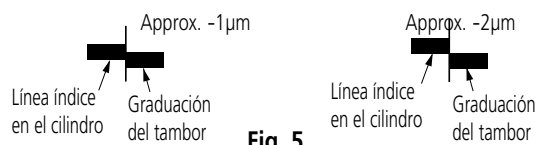

Fig. 5
3. El ancho de las líneas de graduación representa aproximadamente  $2\text{ }\mu\text{m}$  para ayudar en la lectura al  $1\text{ }\mu\text{m}$  más cercano. (**Fig. 5**)